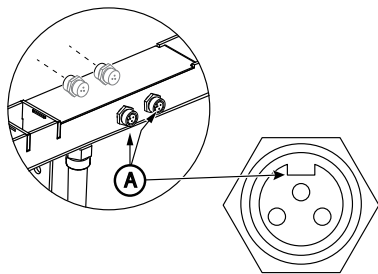

Figura 13. Conector hembra DIN de 3 clavijas
1. Localice los 4 conectores hembra DIN de 3 clavijas de la traba de llave en la barra en T según se muestra en la Figura 13.
2. Luego, localice la ranura o llave (A) en cada conector hembra según se muestra en la Figura 13.